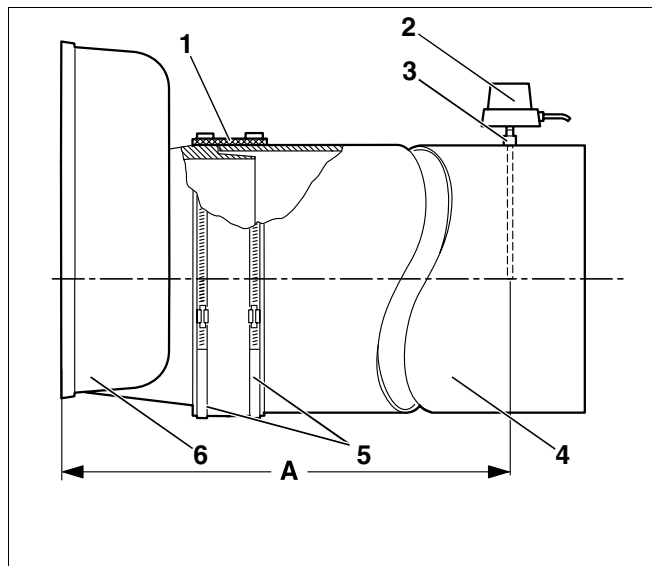

Fig. 53 Montarea conductelor de evacuare gaze
Vă recomandăm să utilizați o garnitură de etanșare pentru (Fig. 53, **Poz. 1**) conducta de evacuare.
- Conducta de evacuare (Fig. 53, **Poz. 4**) se introduce până la opritorul de la ștuțurile de evacuare (Fig. 53, **Poz. 6**).
- Poziționarea garniturii de etanșare (Fig. 53, **Poz. 1**) deasupra conductei de evacuare (Fig. 53, **Poz. 4**) și a ștuțurilor de evacuare (Fig. 53, **Poz. 6**).
- Se pun bridele cu dispozitivul dințat (Fig. 53, **Poz. 5**) peste garnitura de etanșare a conductei de evacuare (Fig. 53, **Poz. 1**). Una din bridele cu dispozitivul dințat este împinsă pe (Fig. 53, **Poz. 6**) ștuțurile de evacuare. Cea de-a doua bridă cu dispozitivul dințat este strânsă pe țevile gazelor (Fig. 53, **Poz. 4**) de evacuare.
- Mufa (Fig. 53, **Poz. 3**, pagina 44) de distanțare, poziționată la $2 \times$ diametrul de evacuare (A) se îndepărtează de ștuțurile de evacuare și se sudează la conducta de evacuare.
- Senzorul de temperatură pentru gazele de evacuare (Fig. 53, **Poz. 2**, pagina 44) se montează corespunzător instrucțiunilor speciale de montaj.